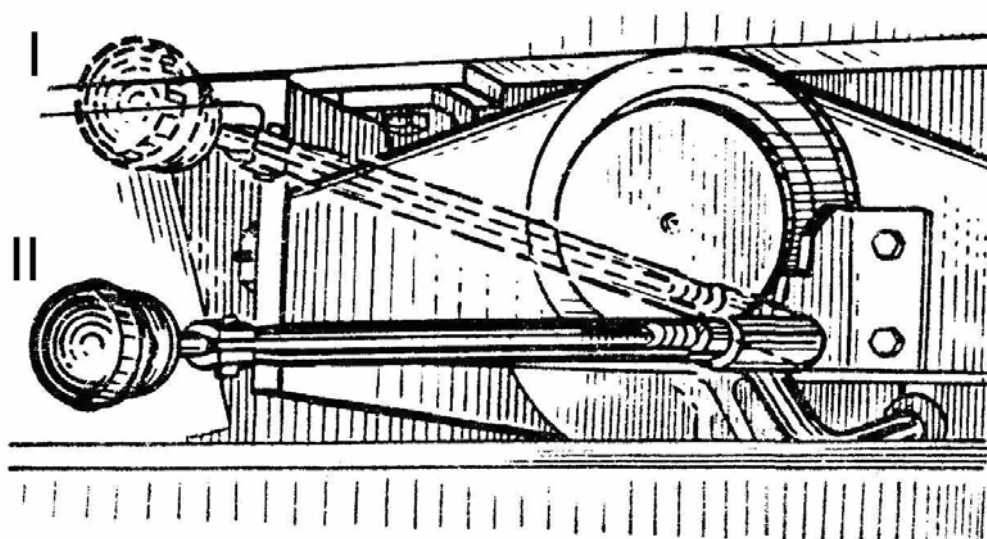

Рисунок 79 – Схема положений рычага управления лебедкой
- вывести кулачковую муфту лебедки из зацепления с барабаном, установив рычаг (рисунок 79) в положение I и, вытягивая трос вручную, подать его конец к месту закрепления;
-вывести кулачковую муфту лебедки из зацепления с барабаном, установив рычаг (рисунок 79) в положение I;